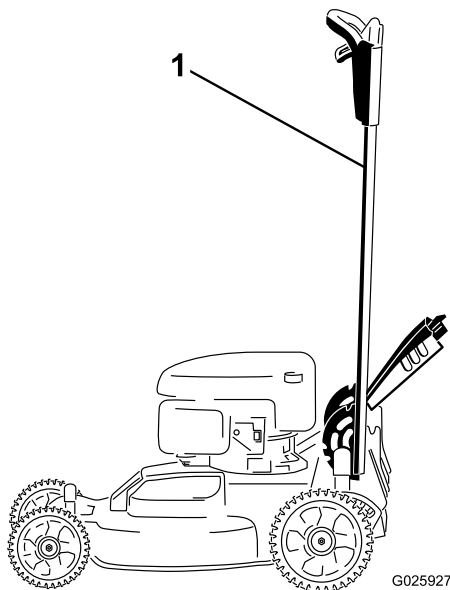

Figura 37
1. Bloccate la stegola in posizione verticale (Figura 37); vedere Regolazione dell'altezza della stegola (pagina 11).